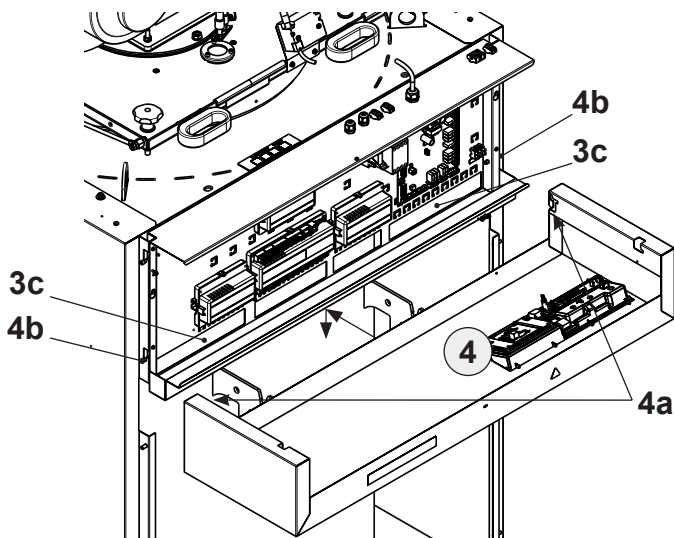

Fig. 13
- Les câbles qui passent par l'un des deux canaux de câbles (1.1/1.2) doivent être passés dans les ouvertures en bas de la plaque à bornes (3c, Fig. 13).